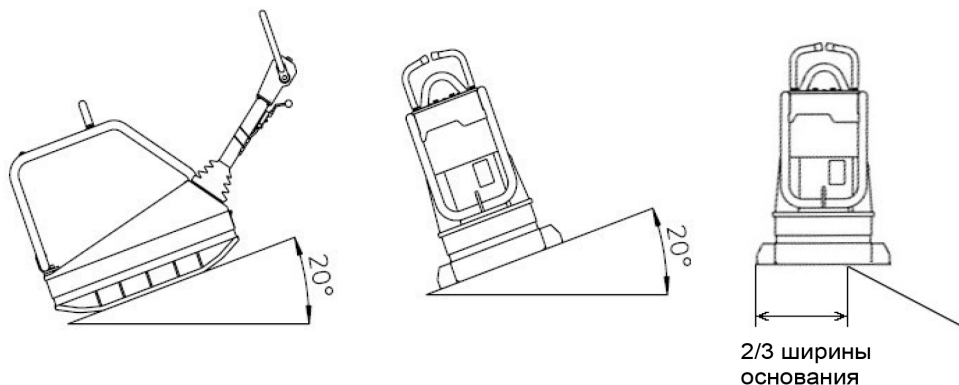

Рис. 1
- При работе на краю, следите, чтобы не менее  $2/3$  основания виброплиты находилось на ровной, твердой поверхности (рис. 1).